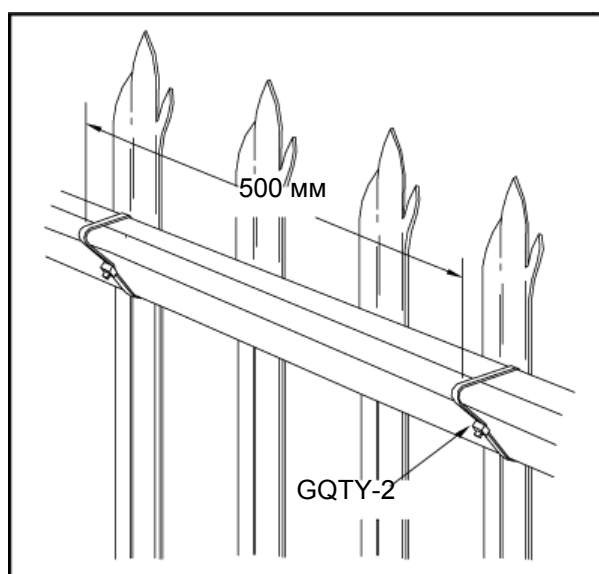

Рис. 21. Крепление фиксирующей полосы и кабеля к горизонтальной направляющей палисадной ограды.
4. После того, как сенсор будет прикреплен к уголку, пластиковую полосу нужно зафиксировать с помощью гибких зажимов (стяжек) типа GQTY-2. См. Рис. 21. Максимальное расстояние между зажимами не должно превышать 500 мм, т.е. минимум 6 зажимов используется на панели ограды длиной 2.4 м. Стяжки устанавливаются с тыльной части профилированных вертикальных стержней (Рис. 21). Они охватывают уголок и пластиковую полосу; замок гибкого зажима следует располагать во внутренней части уголка. Если гибкие стяжки закрыты профильными металлическими стержнями, то они и кабель практически не видны снаружи.